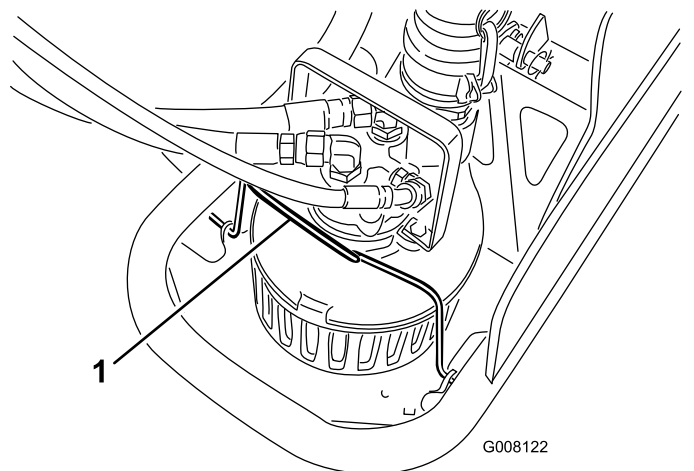

図 14
4. ポンプ・クランプを前に倒す 図 14。
14. ポンプ・クランプを後ろへ倒す 図 14。